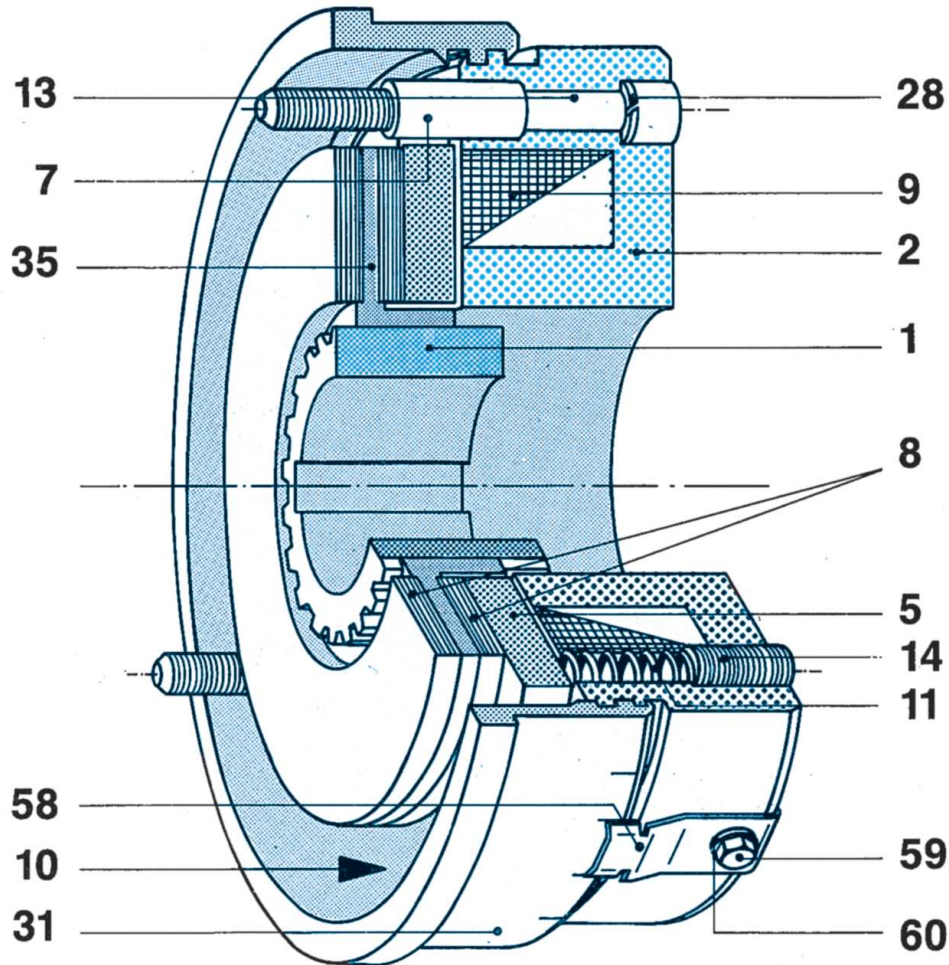

Bild 1
- Bremse anschrauben durch mitgelieferte Befestigungsschrauben (13), mit Federringen (28) sichern. Beachten Sie die Schraubenanzugsmomente nach Tabelle 1.
Luftspalt (a_1 , a_2) kontrollieren. Bild 2 Nennluftspalt (a_1 , a_2) nach Tabelle 2 muss vorhanden sein. Die Ansatzschrauben (10) Bild 1 und 4 verhindern ein Auseinanderfallen der Einzelteile.